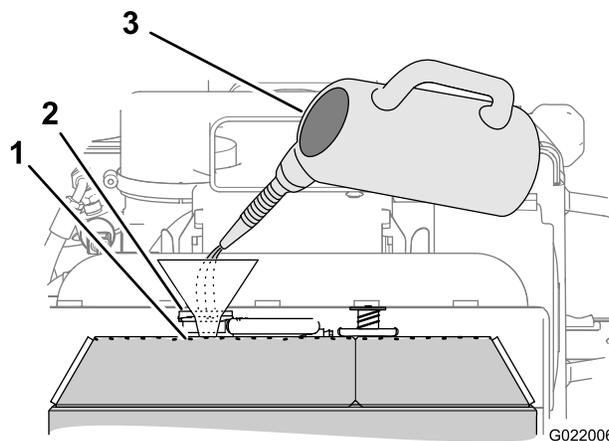

Figure 84
3. Remplissez le radiateur du liquide de refroidissement spécifié jusqu'à ce que le niveau de liquide atteigne le haut du goulot de remplissage (Figure 84).